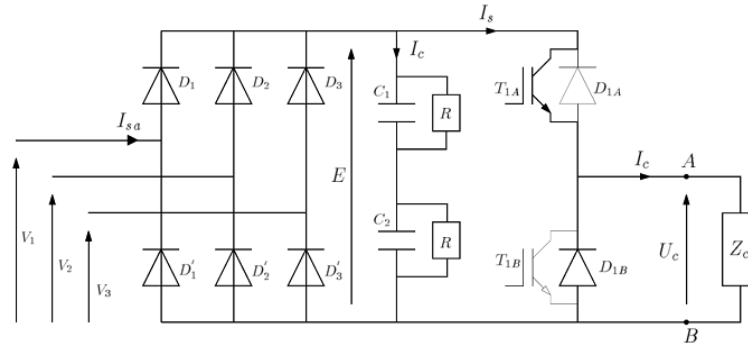

Figure 4 : Circuit utilisé pour l'étude du hacheur série
L'étude du hacheur série sera effectuée à partir du montage présenté Figure 4. Ce montage comprend un étage redressement grâce à un pont PD3, un étage filtrage grâce à deux capacités mises en séries, un étage hachage grâce à un bras constitué de deux IGBT avec diode montée en antiparallèle.
L'alimentation de l'étage redresseur sera effectuée via un **autotransformateur triphasé**. La charge sera placée entre les bornes A et B du montage (Figure 4). Nous réglerons l'autotransformateur de sorte à obtenir 400 Volts pour la tension E et nous réglerons le potentiomètre  $P_1$  pour obtenir une fréquence  $F_{dec}$  de 10 kHz.
12. Expliquer la raison pour laquelle on ne peut pas alimenter directement le montage de la figure 4 par le réseau triphasé habituel ;